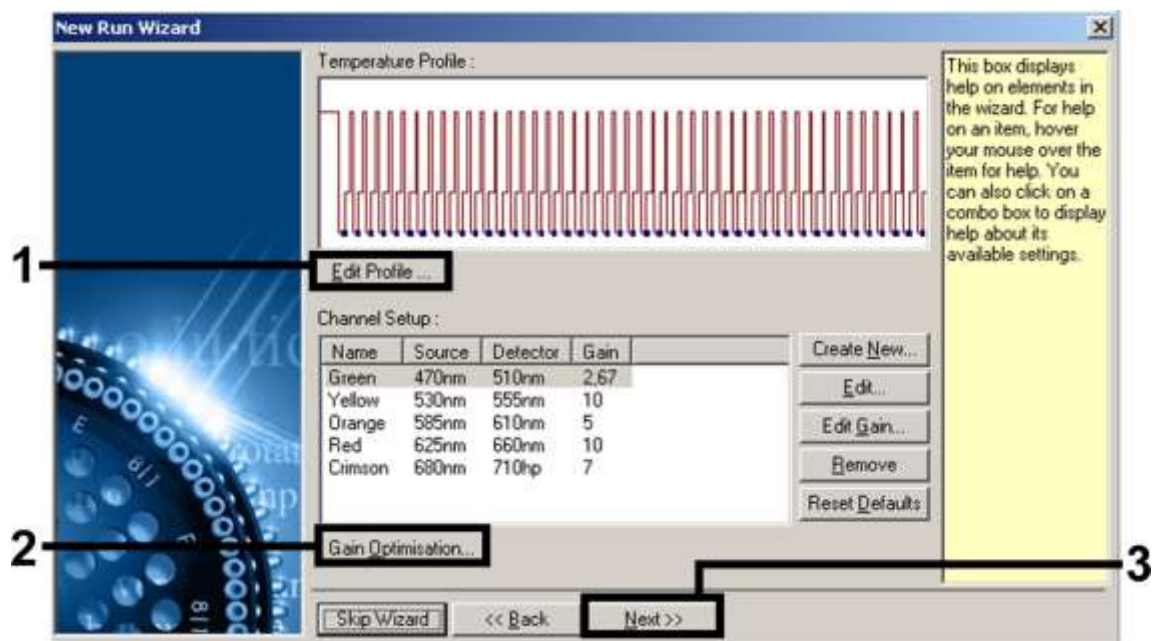

Figura 5. Elección de perfil del ensayo.
8. Haga clic en **“Edit Profile”** en la siguiente ventana del **“New Run Wizard”** (Figura 5), y programe el perfil de temperatura como se muestra en las Figuras 5–7.
9. El rango de detección de los canales de fluorescencia debe ser determinado dependiendo de las intensidades de fluorescencia en los tubos de PCR. Haga clic en **"Gain Optimisation"** en la ventana **"New Run Wizard"** (véase Figura 5 para abrir la ventana **"Auto-Gain Optimisation Setup"**). Ajuste la temperatura de calibración a 60 para igualar la temperatura de ligación del protocolo de amplificación (Figura 8).